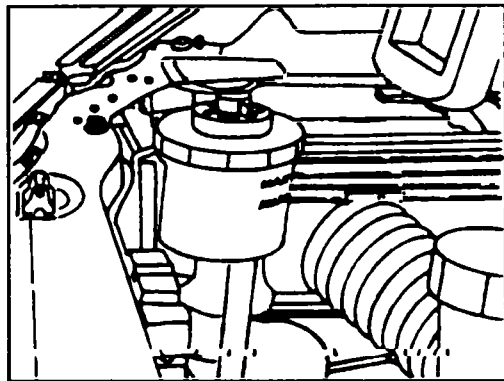

Рис. 8.7 Бачок гидравлической жидкости системы гидроусилителя руля
- ◆ Бачок системы заполните до верхней кромки. На рис. 8.7 показан этот бачок с хорошо видными метками «MAX» и «Min».